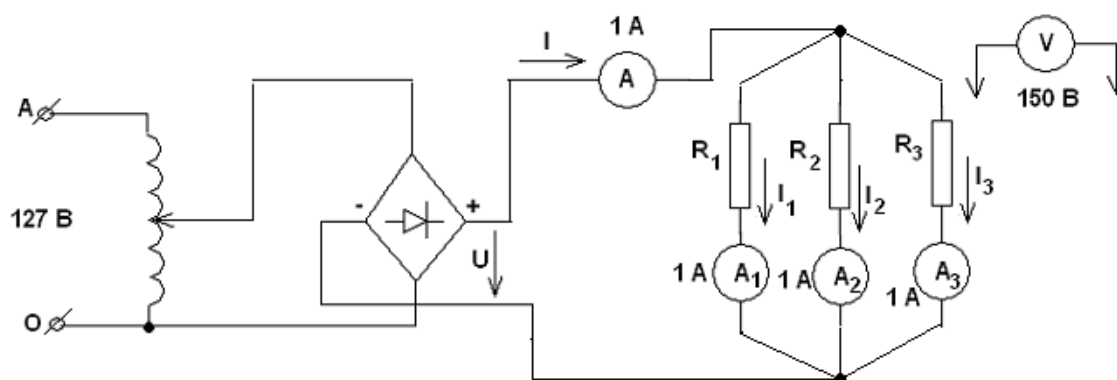

Рис. 1.2
4. Собрать (зарисовать) схему рис.1.2.